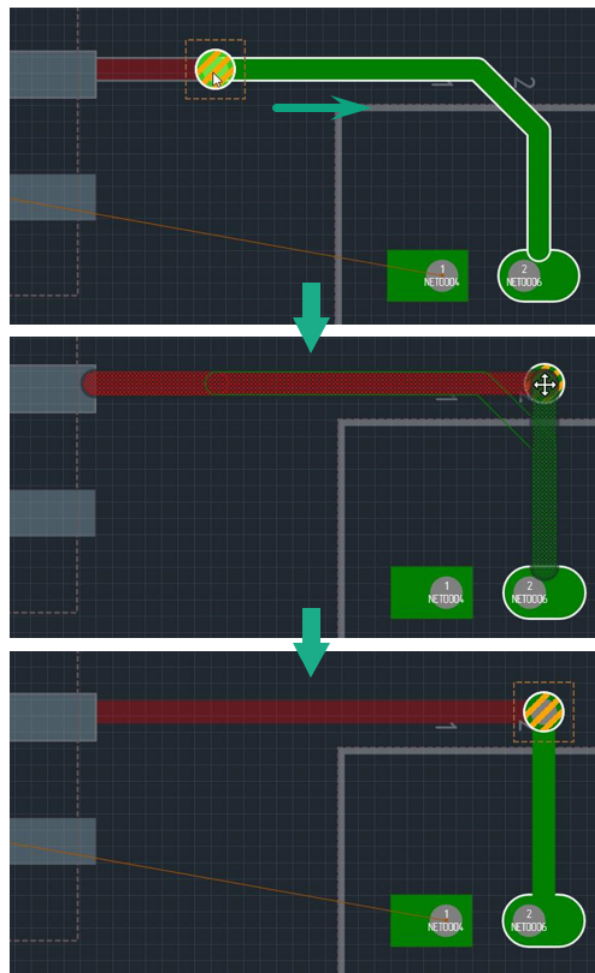

Рис. 268 Перемещение межслойного перехода с подключенными треками
2. Переместите курсор в точку, где должно быть размещено переходное отверстие. Перемещение курсора должно быть плавным, чтобы треки, подключенные к переходному отверстию, были корректно изменены, см. Рис. 268. Во время перемещения курсора на экране отображается возможный вид межслойного перехода, возможное положение треков обозначается «пунктиром».